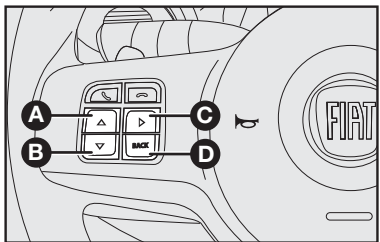

fig. 51
BOTÕES DE COMANDO - fig. 51
Os botões de comando estão localizados à esquerda no volante **fig. 51**.
COMANDOS NO VOLANTE - fig. 51 (algumas versões)
- **D-fig. 51** (algumas versões)